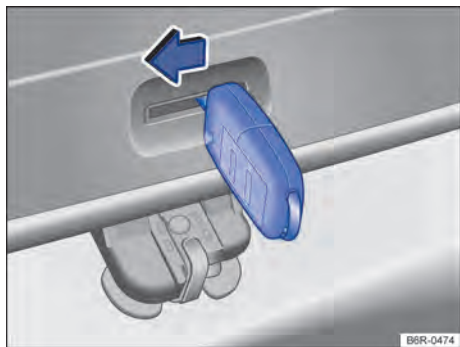

Fig. 58 Do lado de dentro do compartimento de bagagem: destravamento de emergência da tampa traseira.
- Inserir a haste da chave na abertura da tampa traseira → Fig. 58 e pressionar a alavanca de destravamento no sentido da seta, para destravar a tampa traseira.